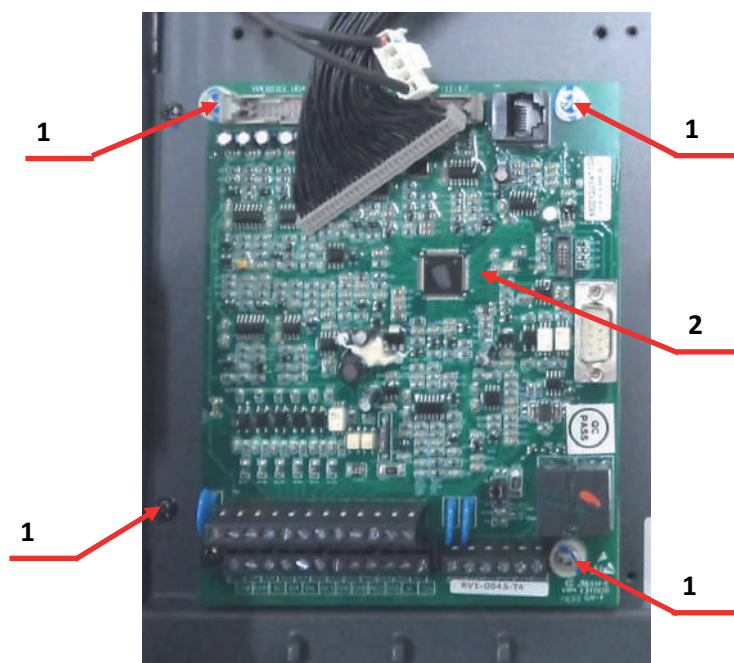

Рис.6.6
- 6.3.3. Открутить 4 винта поз.1 крепления платы ЦП поз.2 (рис.6.6). Положить плату ЦП в тару 3.1.16. Винты положить в тару 3.1.17.